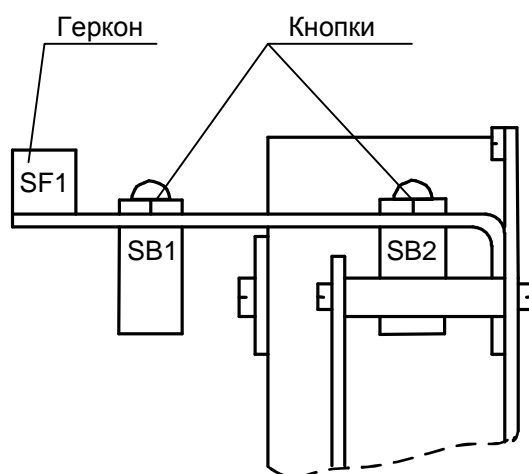

Рисунок 1.5.2. Стойка с кнопками в БКИ.
2.4.2.1 Снять крышку БКИ и нажать кнопку SB1 (см. рисунок 1.5.2) на время не менее 5с. В этом режиме происходит запись значений сопротивления нитей 1-го и 2-го участков одновременно.